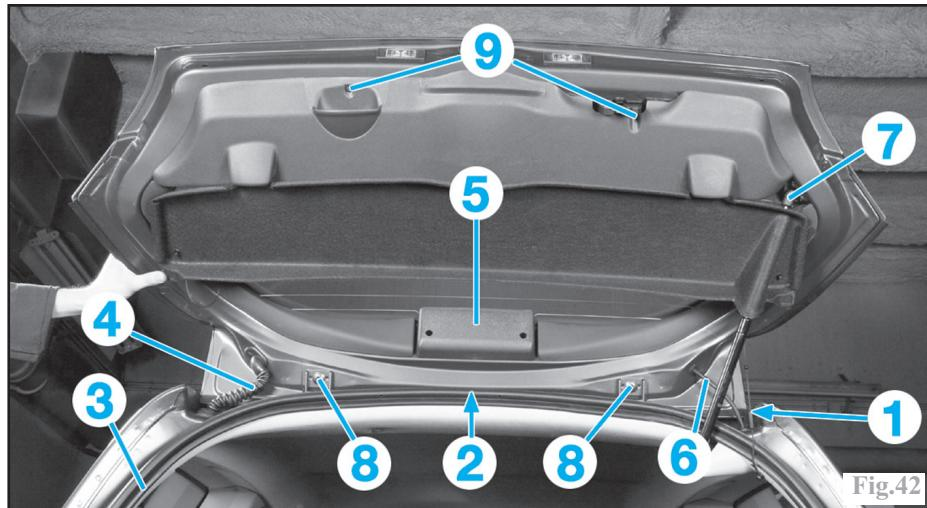

Fig.42
-les deux vis (9) de fixation de la garniture (Fig.42).
Décrocher la cordelette de soutien de la tablette arrière (1) (Fig.42).